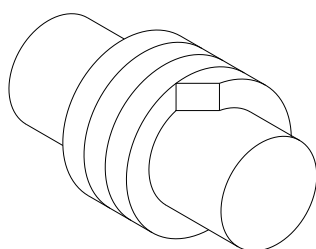

Figure 7.1
Avant d'introduire la nouvelle garniture de presse-étoupes, vérifier l'état de la surface du pied d'entraînement (05) et de la boîte à garniture (36). La finition de surface de l'axe doit être polie. Couper les anneaux à la longueur nécessaire à un angle de 45° comme indiqué sur la figure 7.1. Vérifier que les découpes coïncident sur l'axe. Ouvrir soigneusement les anneaux (figure 7.2) pour permettre le passage de l'axe, en les plaçant chacun séparément. Introduire tout d'abord la jonction, puis les pousser jusqu'au fond.